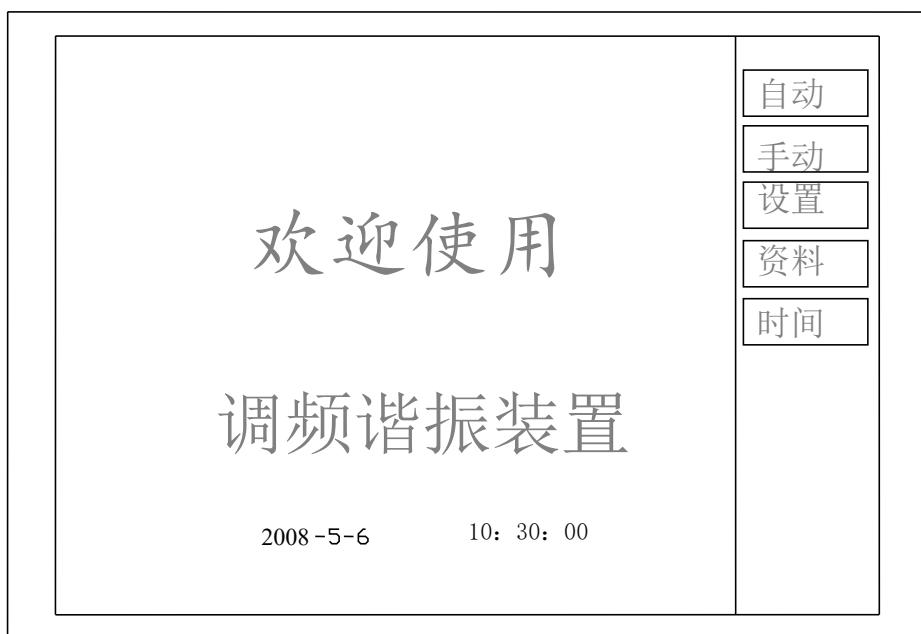
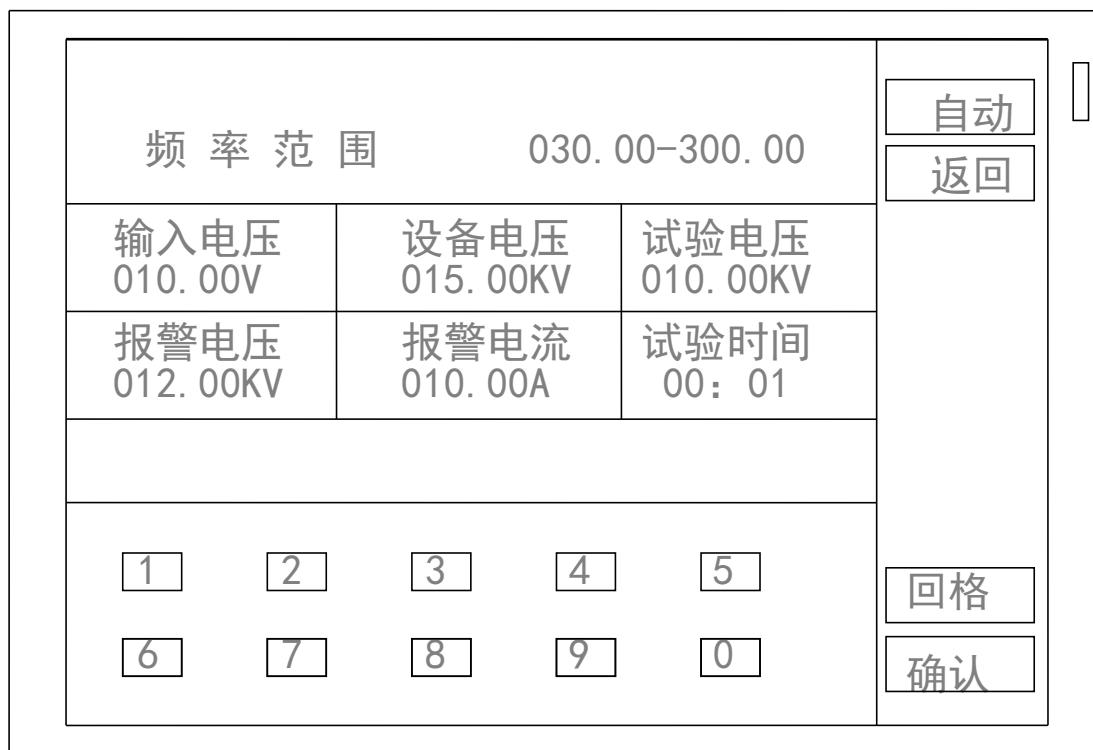

图2
图 3
2. 1. 5. 开机后，液晶的显示界面如图 2 所示。
点击“设置”后，液晶的显示界面如图 3。
- **返回:** 设置完成后返回到图 2 界面。
注意：因为你是第一次使用我们的设备，建议在进行试验操作前仔细检查你的当次设置是否符合试验要求。具体做法就是在试验前你再次点击“**设置**”，进入图 3 界面，依次检查每一项参数，确认与试验要求符合后再点击“**返回**”进入待试验的图 2 界面。
进入图 2 界面，点击“自动”，进入下图 4 界面，点击“启动”，“确认”，则自动进行调谐、升压、计时、降压。